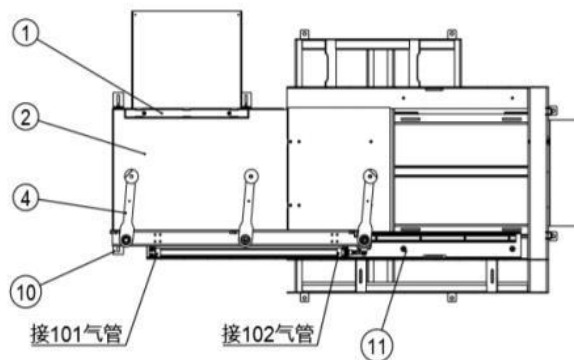

图 4-4 换筒安装示意图
坡板装好之后，按照图4-4示意图换筒机构，锁紧螺钉⑩,按图示位置接好气管。